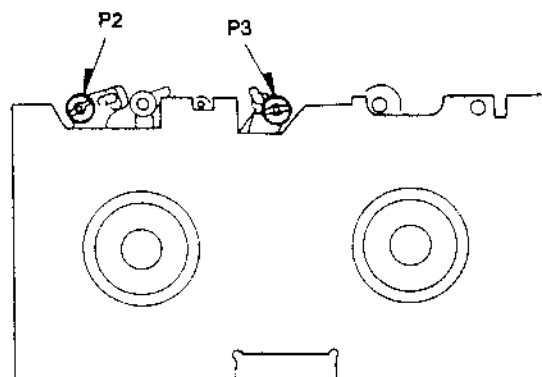

Fig. 2-11
- Die Referenzplatte auf die Wickelteller legen. Die Referenzplatte muß gut anliegen, siehe Fig. 2-11.